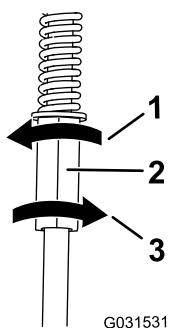

Figura 51
4. Rode a barra de controlo de elevação em incrementos de um quarto de volta até que máquina se desloque a direito (Figura 51).